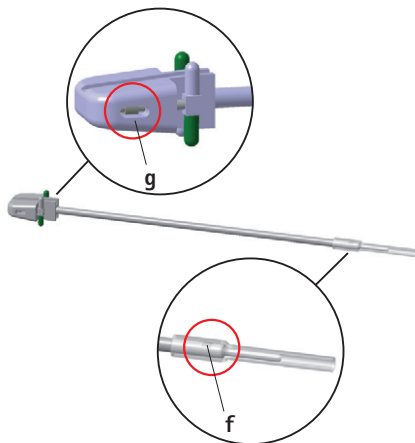

Fig. 4
- ▶ Ajustar o limite de segurança para a posição central **g**, ver Fig. 4.